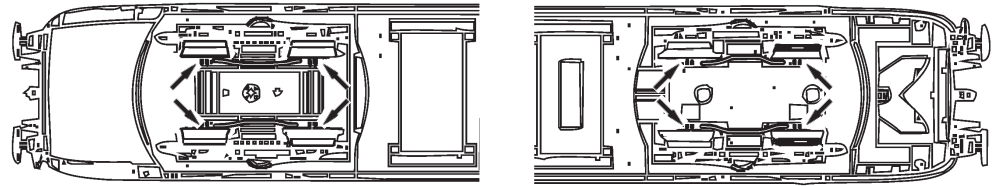

Fig. 7
3. Haftreifenwechsel: Zuerst die Drehgestellblende abnehmen (Fig. 7). Danach den **Radsatz** herausnehmen und die **Haftreifen** mit einer Nadel od. mit einem feinen Schraubendreher abziehen (Fig. 7). Beim Aufziehen der neuen Haftreifen darauf achten, dass diese sich nicht verdrehen.
3. Change of traction tyre: Remove the bogie blind (fig. 7). Take out **wheel set** and remove **traction tyre** using a pin or a fine screwdriver (fig. 7). When pressing on the new traction tyre please **avoid twisting it**.
3. Échange des bandages d'adhérence: Dé- montez d'abord **les flancs de bogies** des en-grenages (fig. 7). Délogez ensuite les essieux bandagés et enlevez, à l'aide d'une aiguille ou d'un tourne-vis fin, les bandages d'adhérence (fig. 7). Lors du montage des nouveaux bandages veuillez veiller à ce que les bandages **ne soient pas tor-dués**.